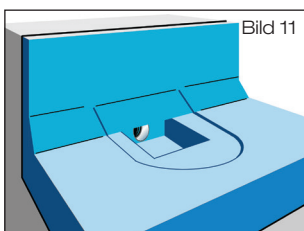

Bild 11
2.3 Wärmedämmplatten verlegen und im Bereich des Ablaufes ausreichend für die Ablaufmontage aussparen (Bild 11). Der Festflansch des Dachablaufs soll gemäß Flachdachrichtlinien oberflächenbündig in die Unterlage eingelassen werden.
3.3 Wärmedämmplatten verlegen und im Bereich des Ablaufes ausreichend für die Ablaufmontage aussparen (Bild 11). Der Festflansch des Dachablaufs soll gemäß Flachdachrichtlinien oberflächenbündig in die Unterlage eingelassen werden.